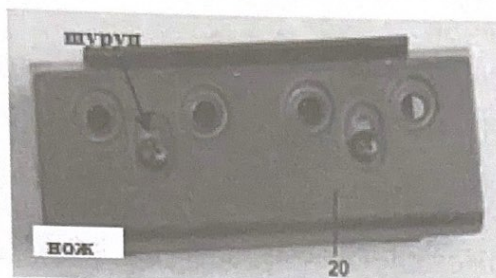
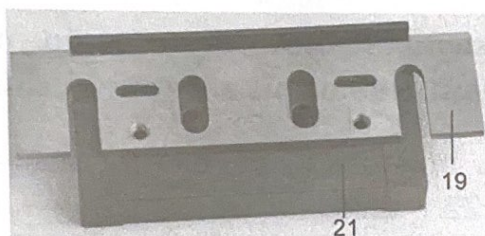

Рис.9
Рис.10
3. Для регулировки высоты ножей используется образцовая мера 21. (См. рис.10). Установите плоский нож 19 и фиксатор ножа 20 на образцовую меру. Проверьте, чтобы фиксатор ножа зашел в соответствующие канавки. Прижмите нож рубанка к упору, и, удерживая фиксатор ножа 20 в этом положении, прикрепите его с помощью фиксирующих винтов. Это автоматически отрегулирует высоту. (См. рис.9)
4. Установите плоские ножи в обратном порядке. Ножи рубанка должны устанавливаться в собранном виде и центрованными относительно подошвы рубанка. Во время затяжки маленьких винтов соблюдайте правильную последовательность затяжки. (см. рис. 9)
маленький винт (рис. 9) из фиксатора ножа.